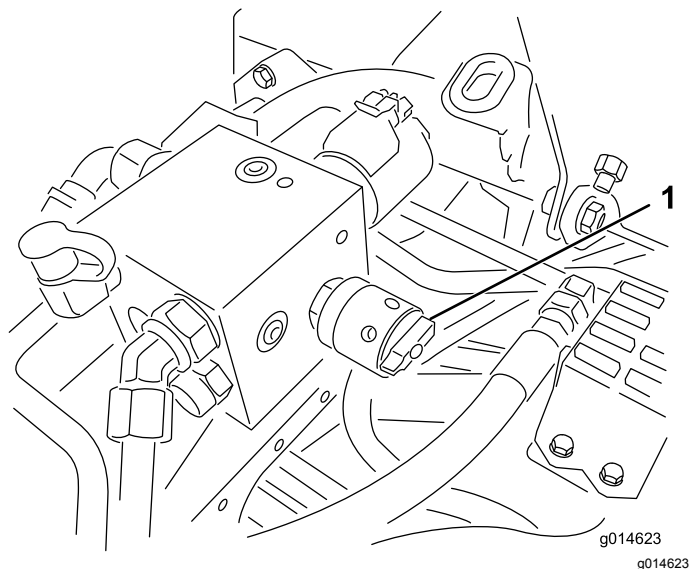

Figura 50
4. Ajuste a velocidade dos cilindros, rode o manípulo (Figura 50) até que as setas indicadoras fiquem alinhadas com o número que determinou no passo 3.